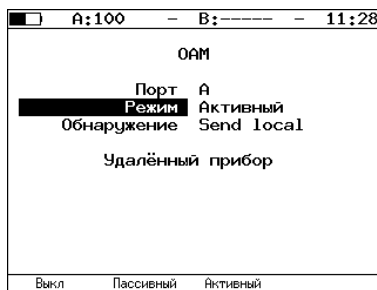

Рис. 7.51. Меню «OAM»
- Перейти в меню «ОАМ» (см. рис. 7.51).